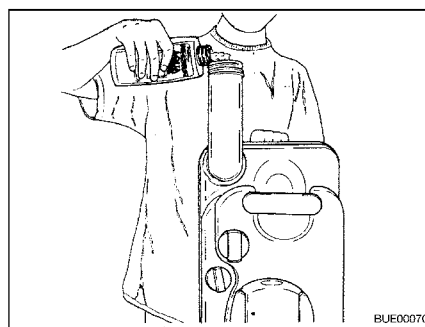

Bild 155 Fylla på sanitetsvätska
- Fyll på angiven mängd sanitetsvätska i latrintanken (Bild 155).